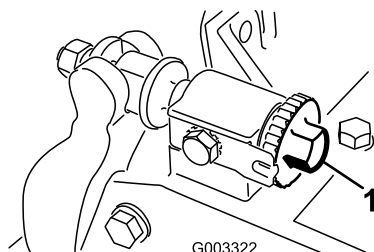

Рисунок 10
- Поверните регулировочные винты неподвижного ножа против часовой стрелки, чтобы неподвижный нож не касался барабана (Рисунок 10).